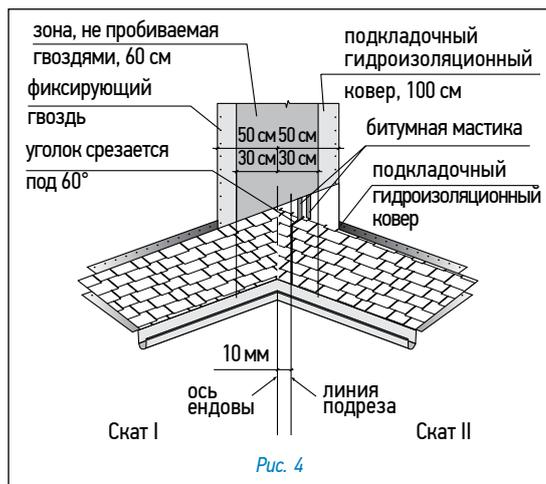

Рис. 4
### Ендова (рис. 4)
- лист, подходящий к ендове со ската II, должен доходить до линии подрезки и обрезаться по ней. Верхний уголок обрезанного края листа подрезается под углом 60° (5 × 3 см — рис. 4);